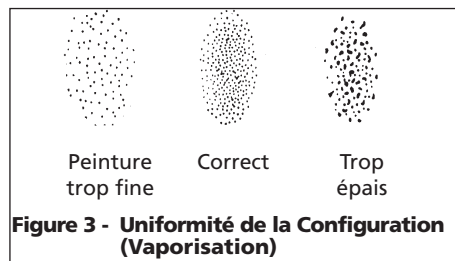

Figure 3 - Uniformité de la Configuration (Vaporisation)
3. Tirer brusquement sur la gâchette en tournant le bouton de réglage de fluide au sens contraire des aiguilles d'une montre. Observer la configuration du débit sur la cible et ajuster le bouton de réglage de fluide jusqu'à ce que vous obtenez la configuration (vaporisation) désirée (Voir Figure 3).